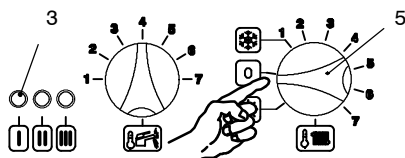

fig. 2.2
- 2 Suministrar fluido eléctrico a la caldera accionando el interruptor bipolar dispuesto en la instalación; El indicador luminoso 3 en fig. 2.2 hace un breve centelleo cada 4 segundos aproximadamente.